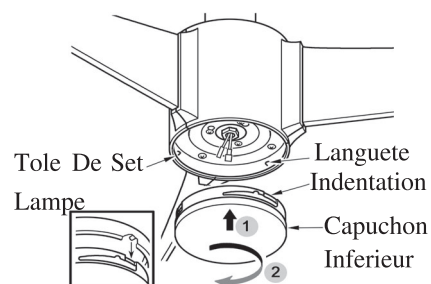

FIG.16
- Alignez la rainure du capuchon inférieur avec la languette de la plaque du kit d'éclairage et tournez dans le sens des aiguilles d'une montre jusqu'à ce que le dispositif se verrouille en place et soit stable.(Voir fig.16)